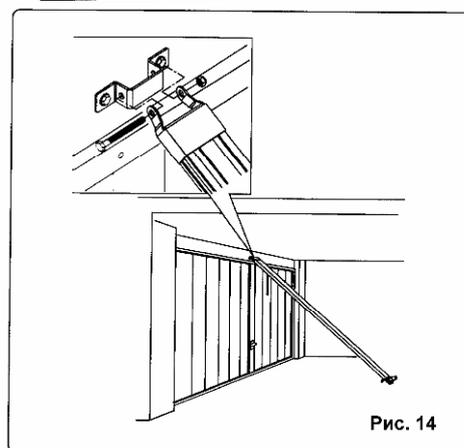

Рис. 14
- Положите желоб на землю, поднимите его за передней кронштейн и закрепите его на скобе при помощи болта и гайки из комплекта рис. 14;